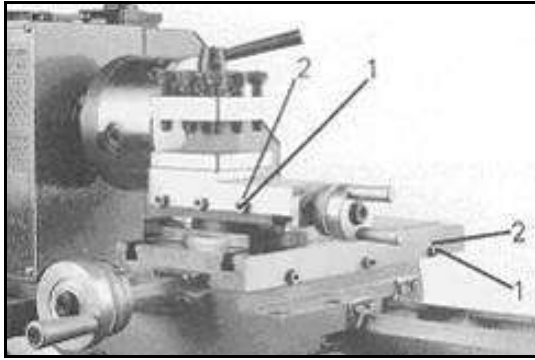

Рис.28
Оба суппорта оборудованы регулировочными планками и могут быть установлены посредством винтов (1, Рис.28) и контргайк (2) без зазора.